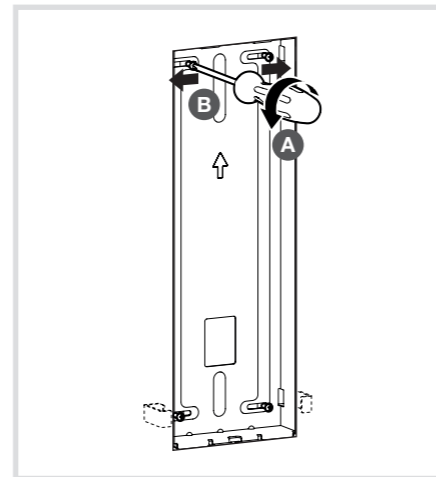

Bild 20: Befestigung Einbaueinheit HW
Die 4 Schrauben zur Hohlwandbefestigung mit einem Schraubendreher lösen (A), zur Außenseite rausschieben (B) und festschrauben (Bild 20).